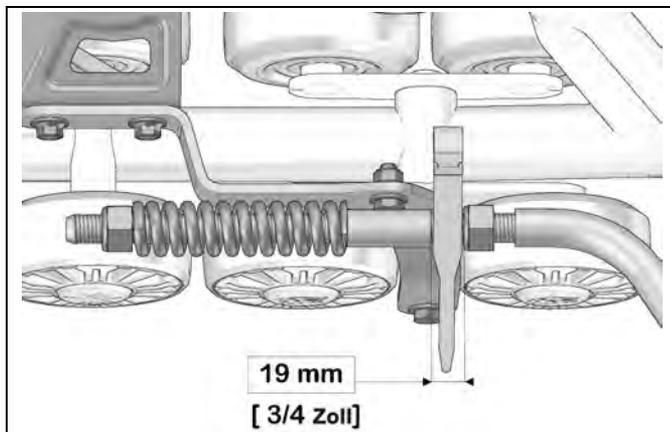

Abbildung 13
- **WICHTIG:** Überprüfen Sie nochmals den 19 mm Mindestabstand zwischen Mutter und der Stabilisierungsarmführung. Bei Bedarf nachstellen. Siehe Abbildung 13.